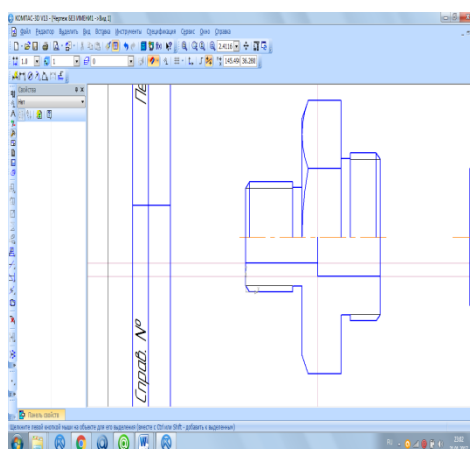

Рисунок 32- Построение образующих цилиндрических отверстий
13. С помощью горизонтальных и вертикальных вспомогательных прямых наметим место расположения отрезков разреза штуцера. Проведем нижние образующие цилиндрических отверстий и вертикальную прямую на расстоянии 40 мм от правого торца детали, смотри рисунок 32.